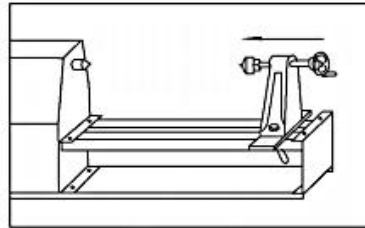

Figure 1
1. Verplaats de losse kopconstructie dicht bij de aandrijfmiddenconstructie (zoals in afbeelding 1).